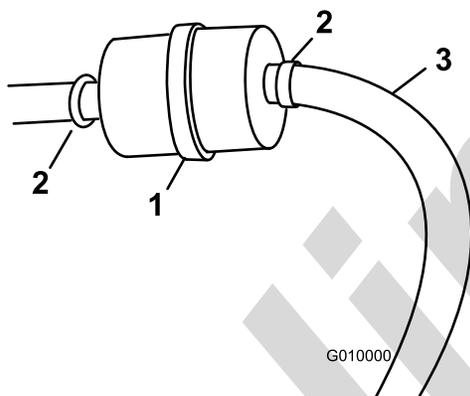

Рисунок 52
3. Ослабьте шланговые хомуты и снимите шланги с фильтра (Рисунок 52).
5. Установите новый фильтр на шланги и затяните шланговые хомуты (Рисунок 52).
3. Ослабьте шланговый хомут на топливном фильтре и отодвиньте его по топливному трубопроводу от фильтра (Рисунок 52).
4. Отсоедините топливный трубопровод от топливного фильтра (Рисунок 52).
Примечание: Слейте бензин в канистру для топлива или сливной поддон (Рисунок 52).
5. Установите топливный трубопровод на топливный фильтр. Передвиньте шланговый хомут к топливному фильтру, чтобы закрепить топливный трубопровод (Рисунок 52).